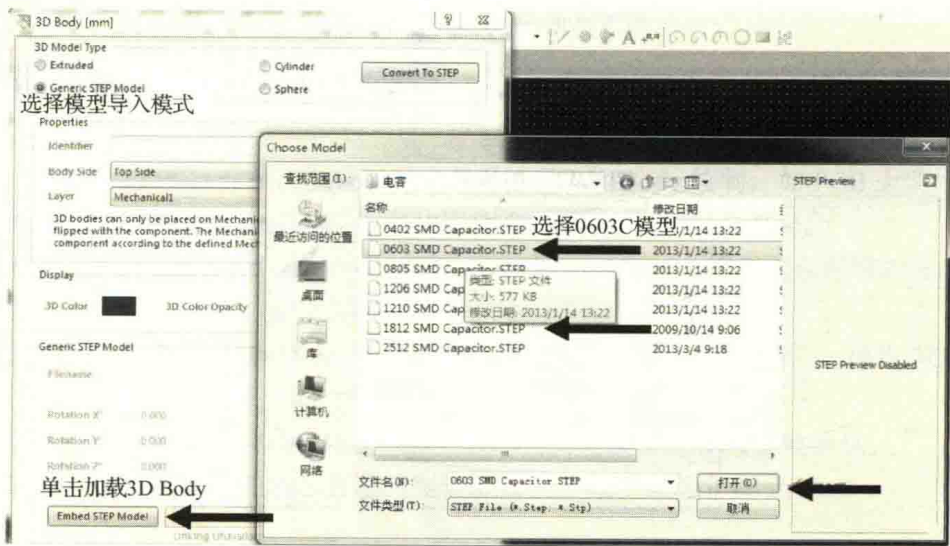
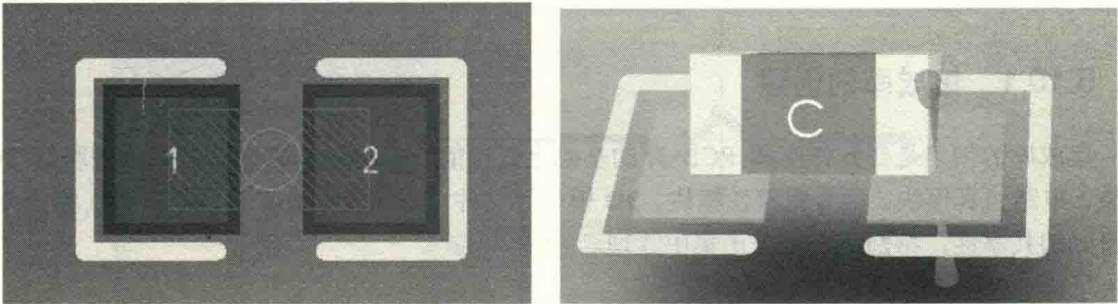
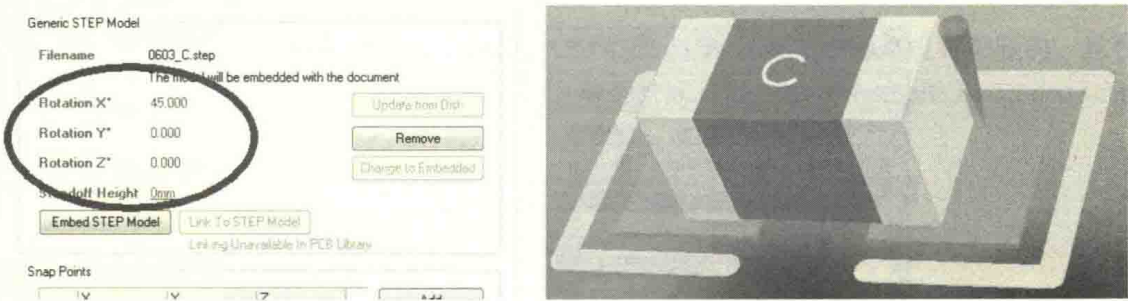

图 5-51 STEP 格式的 3D Body 导入选项
图 5-52 放置好的 3D Body
图 5-53 3D Body 的参数调整及正确视图
(2) 跳转到 Mechanical 层，执行菜单命令“Place-Place 3D Body”，会出现如图 5-51 所示的对话框，此时不再选择绘制模型模式，而是选择模型导入模式，单击加载 0603C 的 STEP 格式的 3D Body。
(3) 按照图 5-51 设置好想要的参数，单击“OK”按钮，可将 3D Body 放置到相应的焊盘位置，切换到 3D 视图，查看放置效果，如图 5-52 所示。
(4) 此时可以看到模型斜了，需要进行手工调整。在 3D 视图下双击模型，出现之前如图 5-51 所示的对话框，可以调整 X、Y、Z 的坐标直到模型放置正确，如图 5-53 所示。